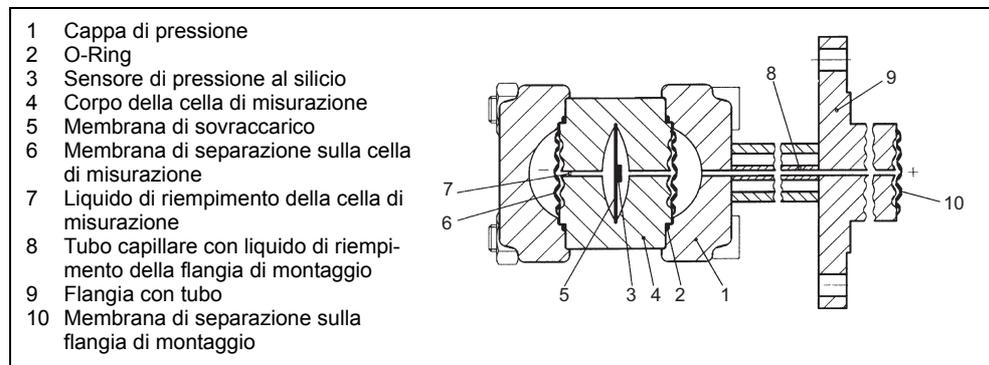

Figura 8 Cella di misurazione per livello di riempimento, schema funzionale
La pressione di ingresso (pressione idrostatica) agisce idraulicamente sulla cella di misurazione tramite la membrana di separazione (10, Figura 8, p. 19) che si trova sulla flangia di attacco. La pressione differenziale che si viene a generare sulla cella di misurazione viene trasmessa sul sensore di pressione al silicio (3) attraverso le membrane di separazione (6) e il liquido di riempimento (7). Al momento di superare i limiti di misurazione la membrana di sovraccarico (5) viene deviata sino a che una delle membrane di separazione (6) si adagia sul corpo della cella di misurazione (4) proteggendo in tale maniera il sensore di pressione al silicio (3) da una eccessiva sollecitazione (sovraccarico). A causa della pressione differenziale che si viene a generare la membrana di misurazione viene deviata. Quattro piezoresistenze posizionate nella membrana di misurazione collegate a ponte modificano il proprio valore di resistenza. Il cambiamento del valore di resistenza provoca una tensione di uscita del ponte proporzionale alla pressione differenziale.